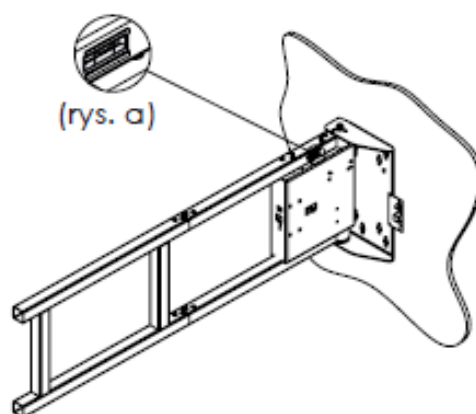

rys. 3
3. Załóż Swing-Mount na śruby przesuwając go w dół (rys. 3).